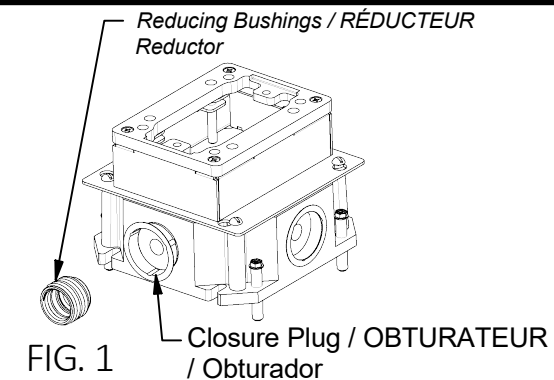

FIG. 1
- Cast Iron Box Only: remove closure plug and install reducing bushings if needed, hand tighten reducing bushings, then tighten an extra 1/4 to 1/2 turn. (DO NOT OVERTIGHTEN). (FIG 1).
- Boîte en fonte seulement - Retirer l'obturateur et installer les réducteurs au besoin, serrer à la main puis de 1/4 à 1/2 tour de plus. (NE PAS TROP SERRER). (FIG. 1)
- Sólo caja de hierro fundido: retire el tapón de cierre e instale bujes reductores si es necesario, apriete a mano los bujes reductores y luego apriete 1/4 a 1/2 vuelta adicional. (NO APRIETE DEMASIADO). (FIG 1).